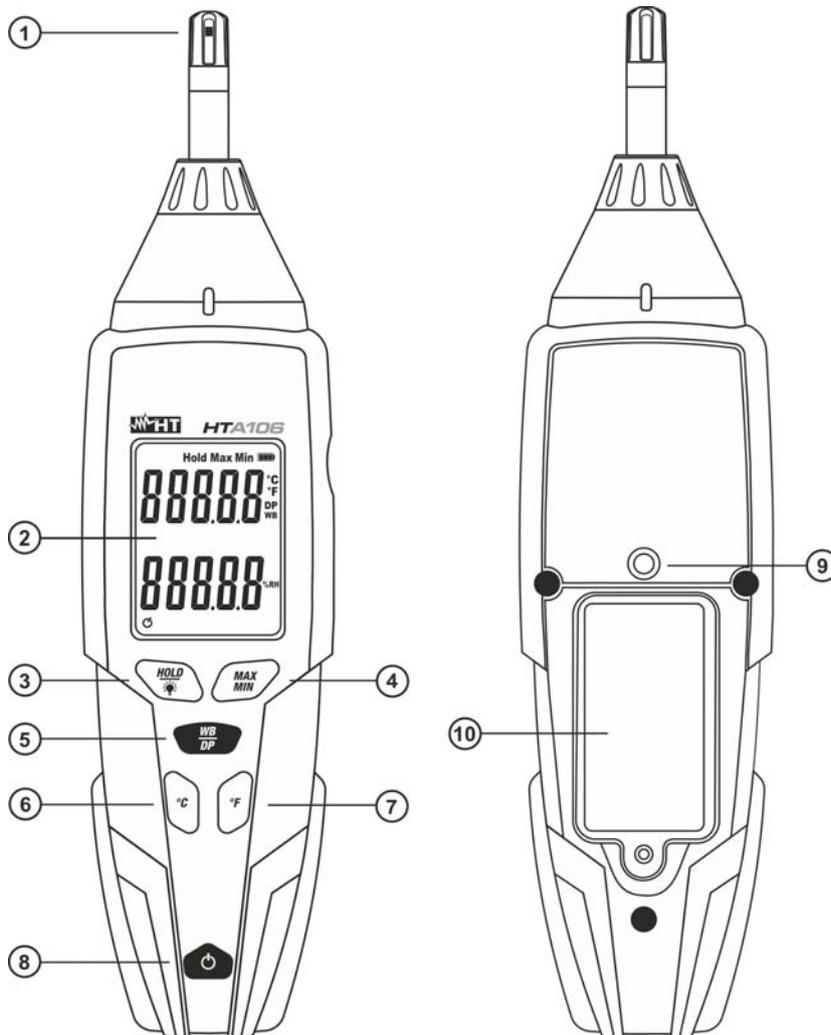
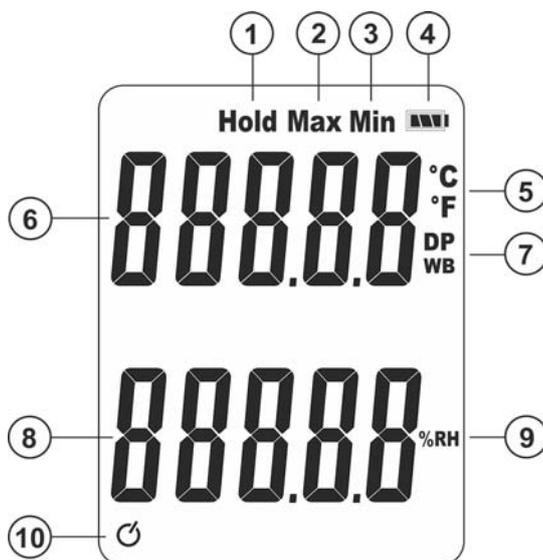

Fig. 1: Descrizione dello strumento
Fig. 2: Descrizione del display
2. Premere il tasto **ON/OFF**. Il simbolo "☼" (vedere Fig. 2 – parte 10) scompare a display
3. Posizionare il sensore integrato (vedere Fig. 1 – parte 1) nell'ambiente in prova. Il valore della temperatura in tempo reale è mostrato nel display principale (vedere Fig. 2 – parte 6) mentre il valore dell'umidità relativa (%RH) in tempo reale è mostrato nel display secondario (vedere Fig. 2 – parte 8). Il valore “**OL**” indica il superamento dei valori massimi misurabili
2. Rimuovere il coperchio del vano batterie (vedere Fig. 1 – parte 10)